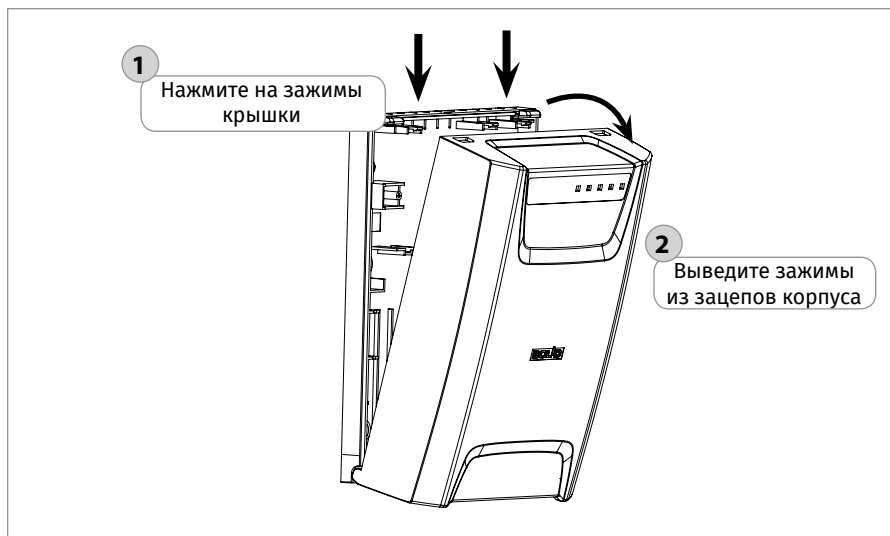

Рисунок 9. Снятие крышки
4. Снимите крышку в порядке, указанном на Рисунок 9.